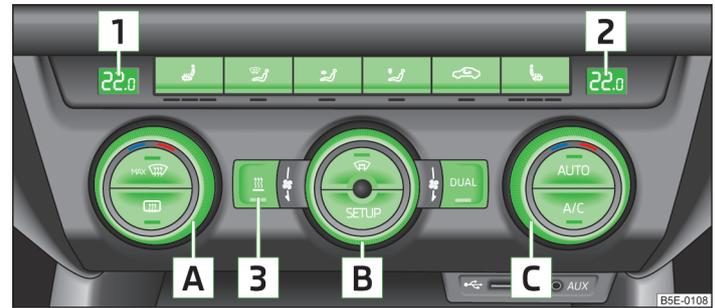

Abb. 109 Climatronic: Bedienelemente
- ✓ **A/C** » Abb. 109 auf Seite 105 eingeschaltet.
**Funktionen der einzelnen Bedienelemente** » Abb. 109:
- » Die Symboltaste **AUTO** » Abb. 109 auf Seite 105 drücken.
- » Den Drehregler **[A]** » Abb. 109 auf Seite 105 nach links bzw. rechts drehen, um die Temperatur zu senken bzw. zu erhöhen.
- » Den Drehregler **[C]** » Abb. 109 auf Seite 105 nach links bzw. rechts drehen, um die Temperatur zu senken bzw. zu erhöhen.
➤ Den Drehregler **[B]** » *Abb. 109* auf Seite 105 nach links bzw. rechts drehen, um die Gebläsedrehzahl zu senken bzw. zu erhöhen.
- Die Symboltaste **MAX** » Abb. 109 auf Seite 105 drücken.